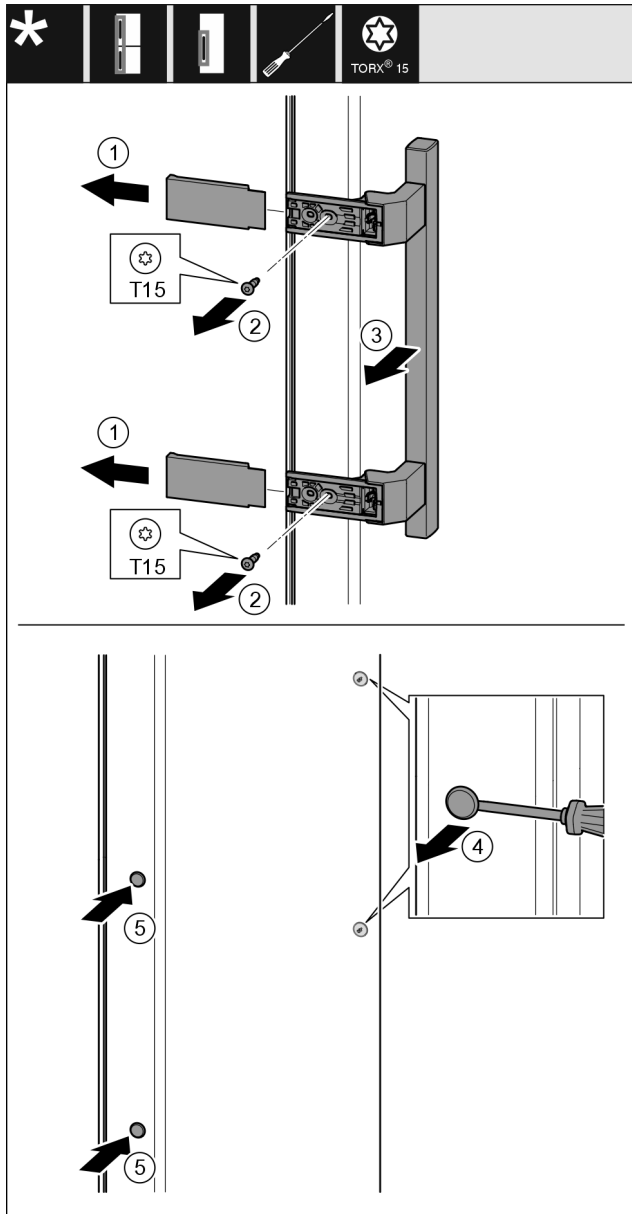

Fig. 25
- ▶ Húzza le a fedelet Fig. 25 (1).
- ▶ Tekerje ki a csavarokat Fig. 25 (2) csavarhúzóval.
- ▶ Vegye le a fogantyút Fig. 25 (3).
- ▶ Óvatosan emelje meg és húzza ki az oldalsó dugót Fig. 25 (4) lapos csavarhúzóval.
- ▶ Tegye vissza a dugót Fig. 25 (5) a másik oldalra.